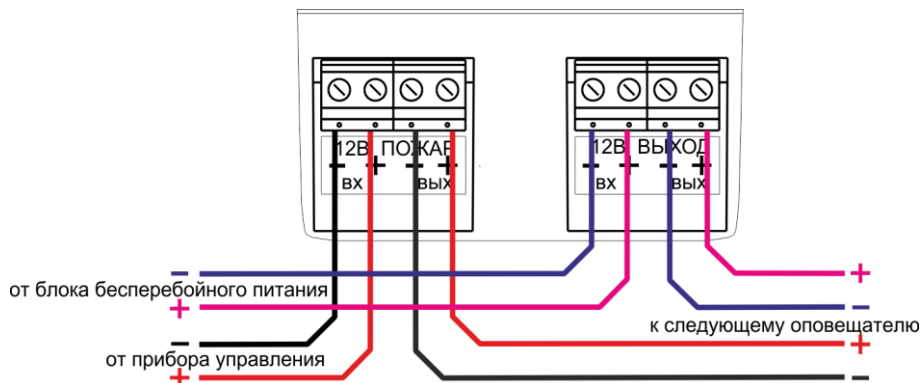

Рис.2 Схема подключения оповещателя
- к клеммной колодке подсоединить внешние соединительные линии согласно схеме подключения (см. рисунок 2);